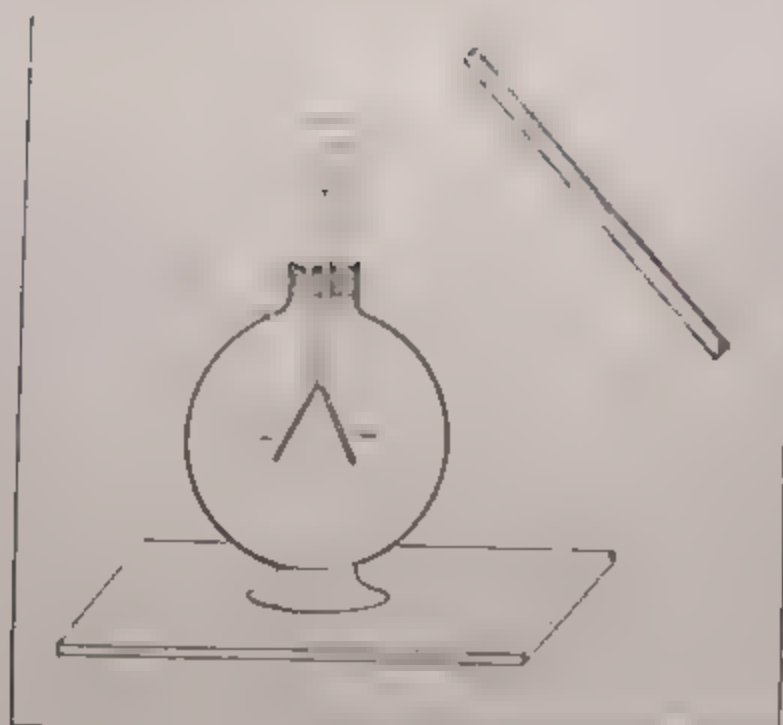

Fig. 190. — INDUZIONE ELETTRICA.
**146. Induzione elettrica.** — Avviciniamo ora ad un elettroscopio scarico un corpo elettrizzato: le foglioline divergono ancora prima che il corpo elettrizzato venga in contatto coll'elettroscopio (fig. 190).